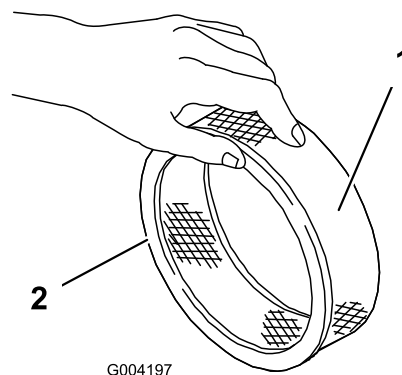

Figura 15
5. Verifique se o filtro de papel tem rasgões, película de óleo ou o vedante de borracha danificado (Figura 15).
1. Faça deslizar cuidadosamente o filtro prévio de esponja para o filtro de papel (Figura 15).